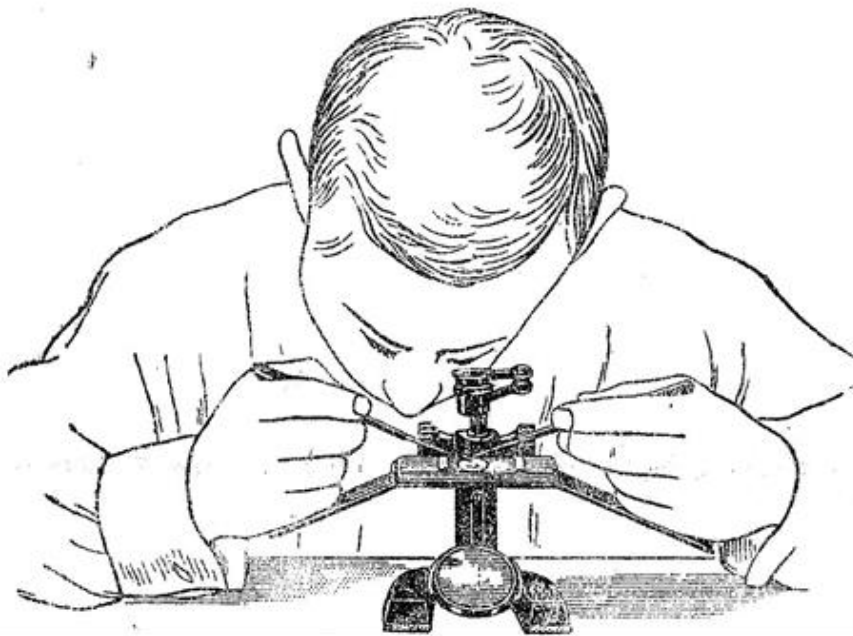

Abb. 2.
Die Basis des Stativs ist ein stabiler hufeisenförmiger Fuß (3), auf dem sich die Säule (4) befindet. Am oberen Ende der Säule, vor der Säule, ist ein Bügel (5) angebracht, in dessen Schlitze eine dicke Glasplatte (6) eingesetzt ist. Die Glasplattenhalterung wird als Objektisch bezeichnet. An der Unterseite der Halterung, rechts und links der Halterung, sind ein Paar Schrauben angebracht. Sie sind dazu bestimmt, breite Metallplatten (7), die als Flügel bezeichnet werden, am Schiebetisch zu befestigen. Die Flügel stützen die Hände beim Sezieren natürlicher Objekte unter einer Lupe (Abbildung 2).
Legen Sie zum Arbeiten die Präparierlupe wie in Abb. 2 gezeigt auf den Tisch. Der Spiegel muss von der Lichtquelle abgewandt sein. Wenn das zu untersuchende Objekt seziiert werden soll, werden die Flügel am Objektisch befestigt.